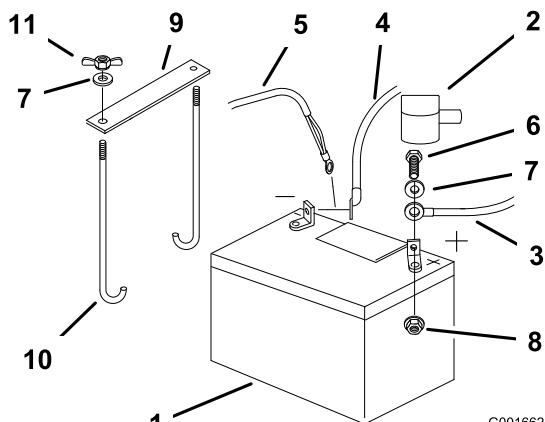

Figura 40
4. Primero desconecte el cable negativo de la batería y el cable de tierra del borne negativo (-) de la batería (Figura 40).
5. Retire la cubierta de goma roja del borne positivo (rojo) de la batería. Luego retire el cable positivo (rojo) de la batería (Figura 40).
6. Retire ambas tuercas de orejeta (1/4 pulgada) que fijan la brida de la batería (Figura 40).
1. Coloque la batería en la bandeja, con los bornes hacia el motor (Figura 40).
4. Sujete los cables con 2 pernos (1/4 x 3/4 pulgadas), 2 arandelas (1/4 pulgada), y 2 contratuerca (1/4 pulgada) (Figura 40).
6. Fije la batería con pernos en J, una brida de sujeción y 2 arandelas (1/4 pulgada), y 2 tuercas de orejeta (1/4 pulgada) (Figura 40).